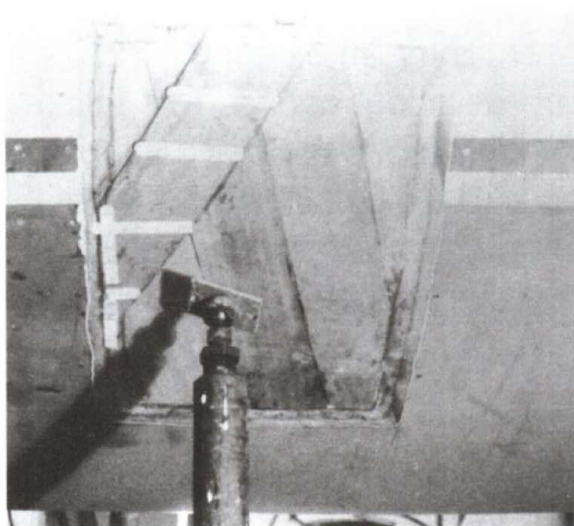

Рисунок 5-18 Наклеивайте второй слой диагонально, в направлении, противоположном первому слою.
5. После того, как первый слой достигнет стадии частичного отверждения, приклеивайте второй слой шпона. Если смола полностью застыла, необходимо произвести шлифовку поверхности (Рисунок 5-18). Накладывайте шпон диагонально в направлении, противоположном первому слою, под углом 35° к вертикали. Удалите скобы только в том месте, где приклеивается шпон. Покрывайте лицевую сторону нового шпона и контактируемую поверхность первого слоя, включая оба скоса, эпоксидной смолой. Прикрепите скобками шпон к стрингерам по фаскам, чтобы удерживать шпон в ровном положении.